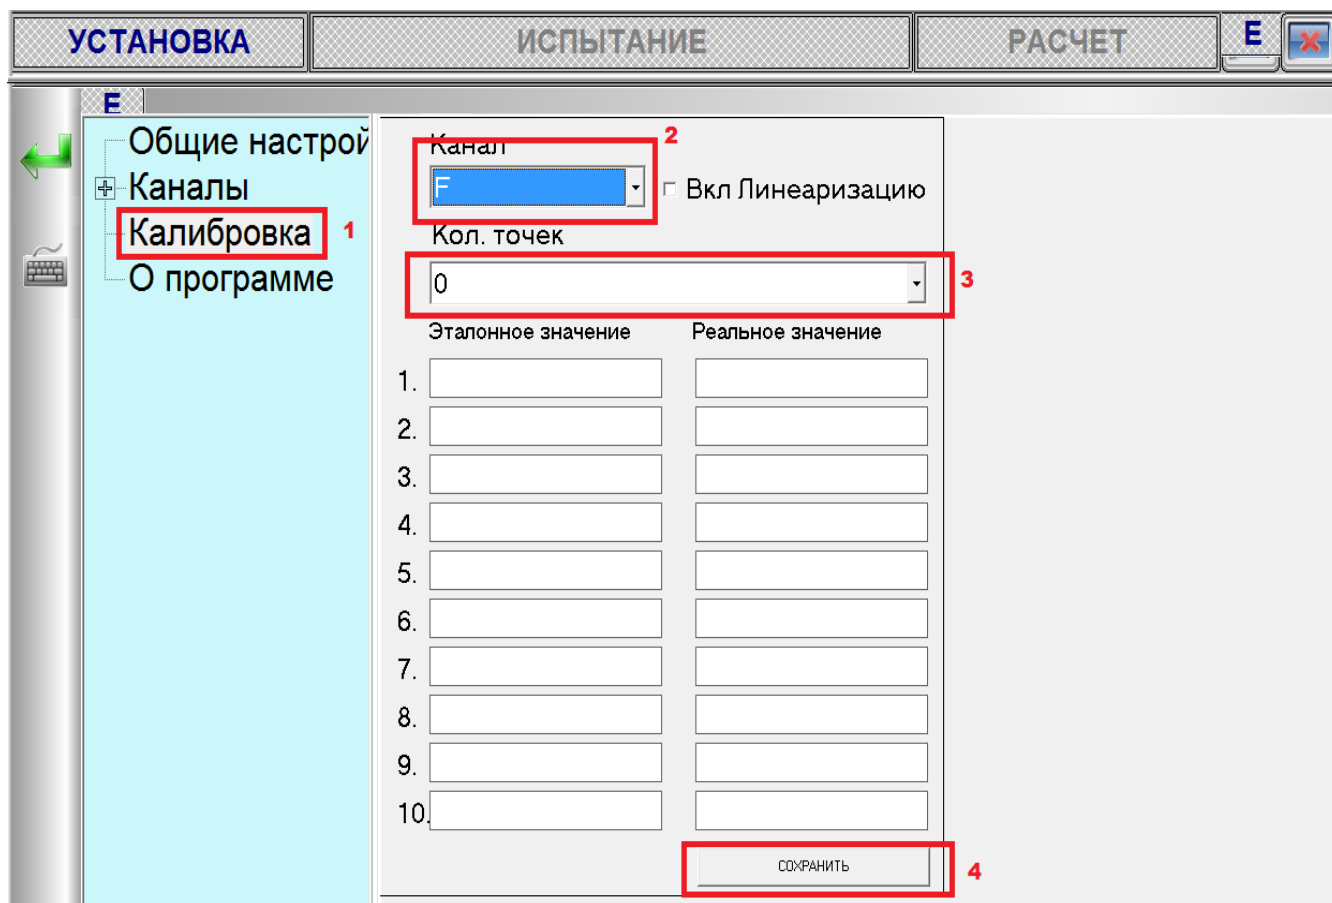

Рисунок 21 – Порядок действий при отключении линеаризации
4. Выберите пункт «**Калибровка**» (Рис.21 п.1)
5. Выберите канал калибровки. «**F**»- соответствует датчику силы нагружающего устройства на сжатие, а канал **F1** - соответствует датчику силы нагружающего устройства на сжатие/изгиб (Рис. 21 п.2).
6. Установите «**Количество точек**» равное нулю. Тем самым отключив линеаризацию (Рис. 21 п.3).
7. Нажмите кнопку «**Сохранить**» (Рис. 21 п.4) и зеленую стрелку для выхода из настроек.